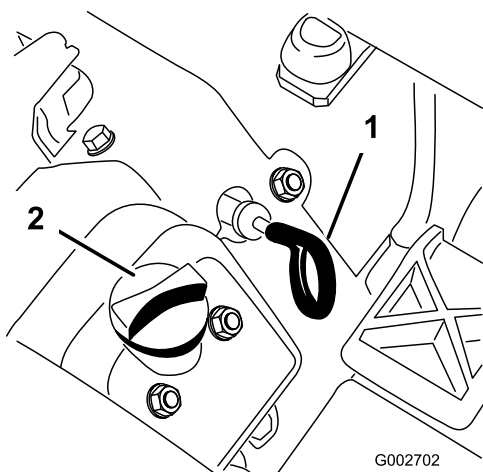

Figura 13
3. Estraiete l'asta di livello (Figura 13) e asciugatela con un panno pulito. Inserite l'asta di livello nel tubo e verificate che sia inserita a fondo. Estraiete l'asta di livello dal tubo e controllate il livello dell'olio. Se il livello dell'olio è basso, togliete il tappo di rifornimento dal coperchio della valvola e versate dell'olio fino a portarne il livello al segno di pieno (Full) sull'asta.